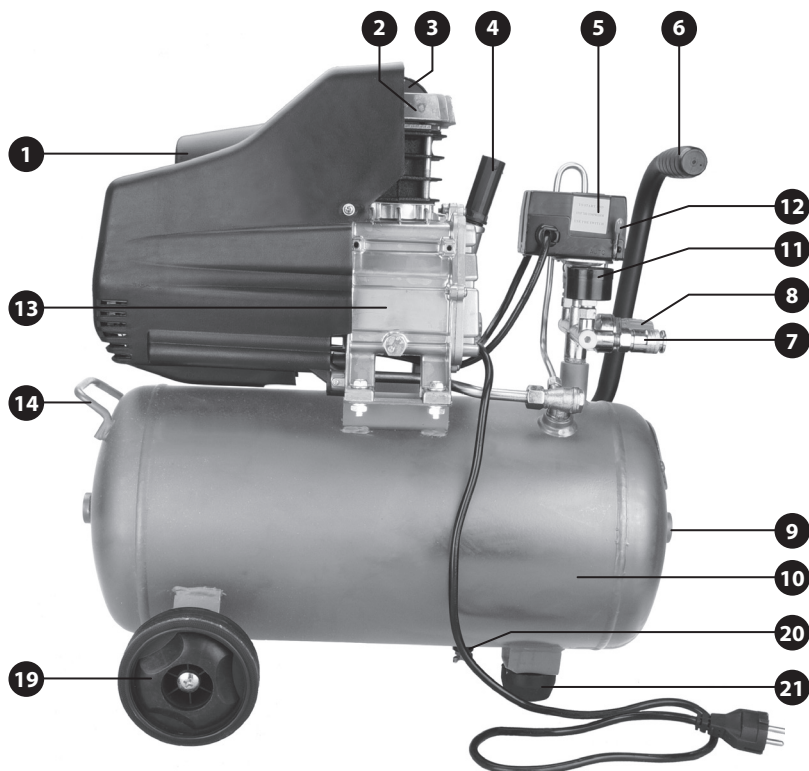

Abb. 1A
2) Montieren Sie am unteren Teil des Druckbehälters die mitgelieferten Laufrollen und Gummifuß gem. Abb. 1A und kontrollieren Sie, ob die Ablassschraube im Boden des Druckbehälters ordentlich angezogen ist (siehe Abb. 1A, Position 20).